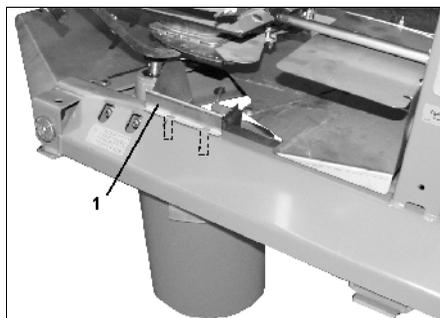

Fig. 32
- Colgar el plano inclinado de fertilizante (Fig. 32/1) en el marco.